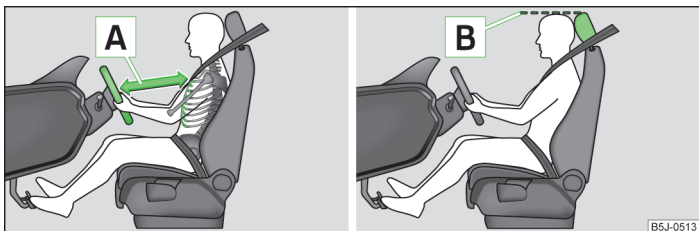

Fig. 107 Posizione corretta del conducente/Regolazione corretta della poggiatesta
- Impostare il volante in maniera tale che la distanza tra il volante e il petto sia pari a min. 25 cm **A** » fig. 107.
- Regolare la poggiatesta in modo che il bordo superiore della poggiatesta si trovi all'incirca alla stessa altezza della parte superiore della propria testa **B**. » fig. 107 a pagina 126 » pagina 126.
» fig. 107 a pagina 126 » pagina 126.